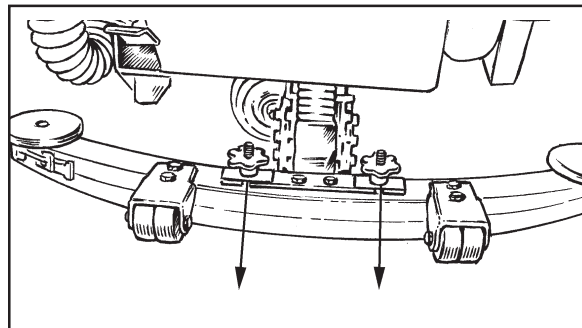

Figura 37
1. Afloje las dos manecillas de fijación del conjunto de la bayeta y luego desmóntelo. (Figura 37)